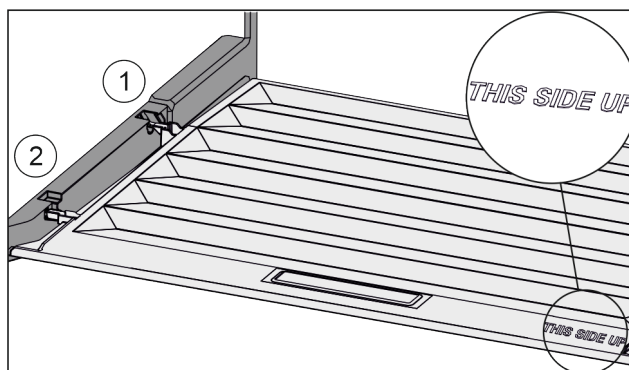

Fig. 41
- Výstupky víka zaveďte do zadních držáků Fig. 41 (1) a vpředu zaklesněte do držáku Fig. 41 (2).